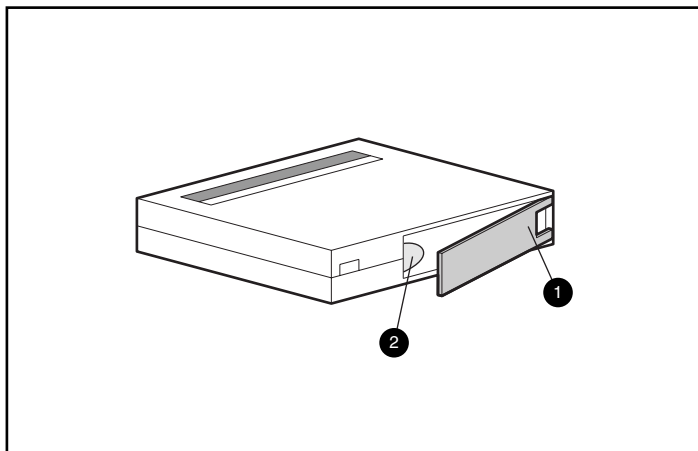

Figure 19 : Vérification de l'amorce de bande
- Si elle ne fait pas de bruit, vérifiez l'amorce de bande ❷ à l'intérieur de la cartouche. Pour ce faire, ouvrez le volet à l'arrière de la cartouche en libérant le verrou ❶. L'amorce de bande doit occuper la position indiquée à la Figure 19.